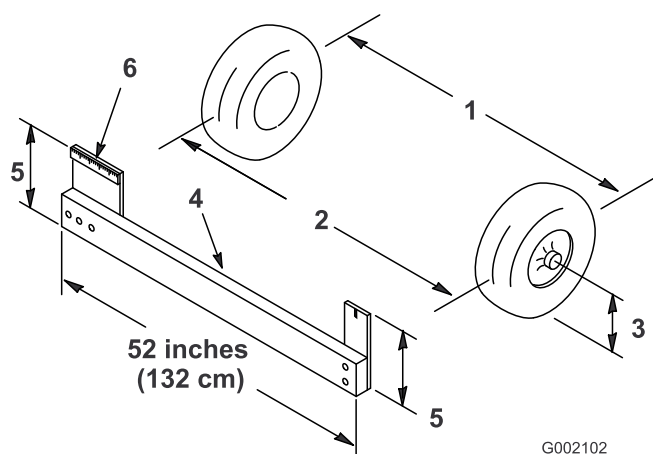

Figura 44
2. Meça a distância entre os pneus dianteiros à altura do eixo na zona dianteira e traseira dos pneus dianteiros (Figura 44). É preciso um objecto imóvel ou um medidor de alinhamento para a medição traseira dos pneus dianteiros à altura do eixo. Utilize o mesmo objecto ou medidor de alinhamento para obter uma medição precisa da dianteira dos pneus dianteiros à altura do eixo (Figura 44).